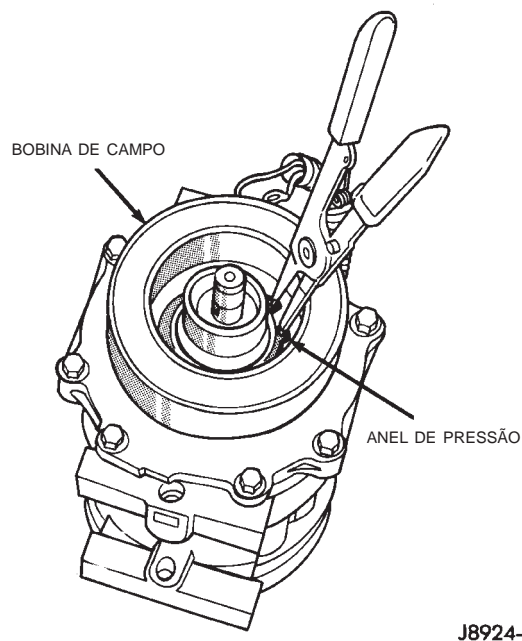

Fig. 25 Remoção do Anel de Pressão da Bobina de Campo do Acoplador
(10) Remova o anel de pressão do cubo do compressor e remova a bobina de campo do acoplador (Fig. 25). Deslize a bobina para fora do cubo do compressor.